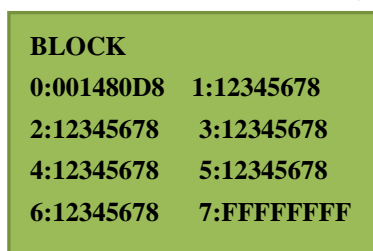

图 2.6.3 数据查看
**第三步：**选择第五项的 DATA VIEW 进入“图 2.6.3”所示界面。
第五步：通过数字按键修改数值（移动键◀▶调整光标的位置），输完后按 **ENT** 保存返回“图 2.6.3”所示界面。进行 **copy** 操作即可将修改的数值写入卡片中。